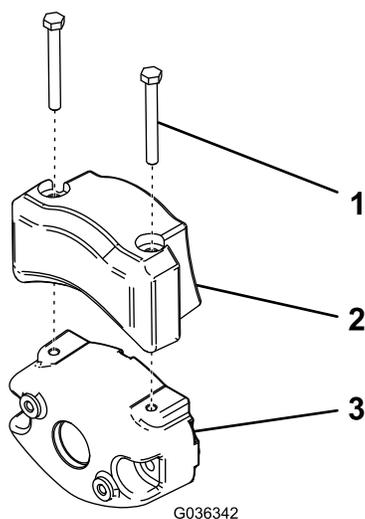

Рисунок 9
4. Прикрепите противовес электродвигателя к имеющемуся противовесу с помощью двух колпачковых винтов, как показано на Рисунок 9.